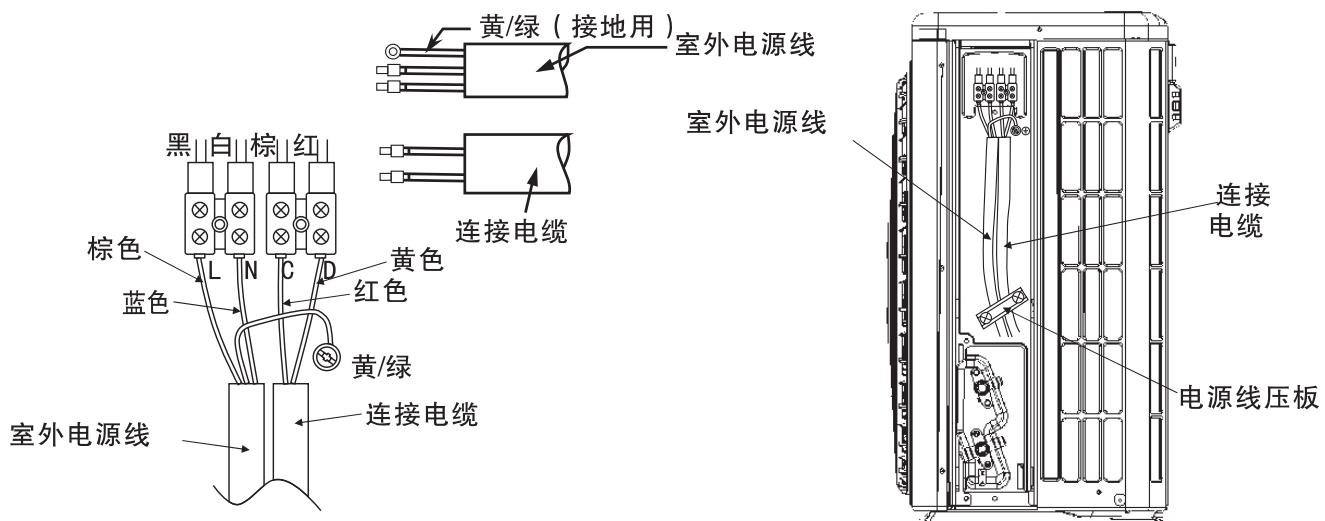

图25
- (1) 把连接电缆按电气接线图所示正确地牢固连接。(紧固力矩为0.8~1.5N·m)
- (2) 用电线压板将电源线和连接电缆压住后，用螺钉紧固，按图25安装。